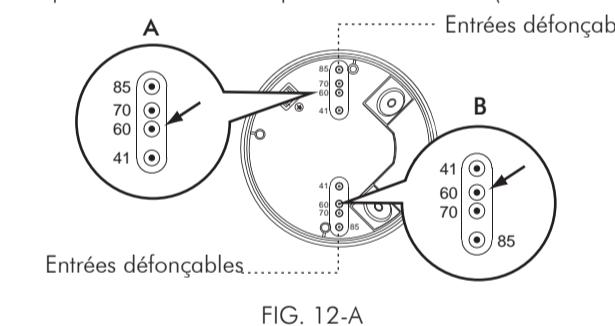

FIG. 12-A
3.4.3.1 Il existe 4 paires d'entrées défonçables ayant plusieurs distances allant de 41 mm à 85 mm au bas du couvercle de la boîte de jonction KDP3/5 FP associée. El peuvent être choisies pour les différentes applications de montage (Voir FIG.12-A).
Sélectionnez deux figures identiques sur les deux extrémités pour la distance correspondante de fixation (Voir FIG.12-B).